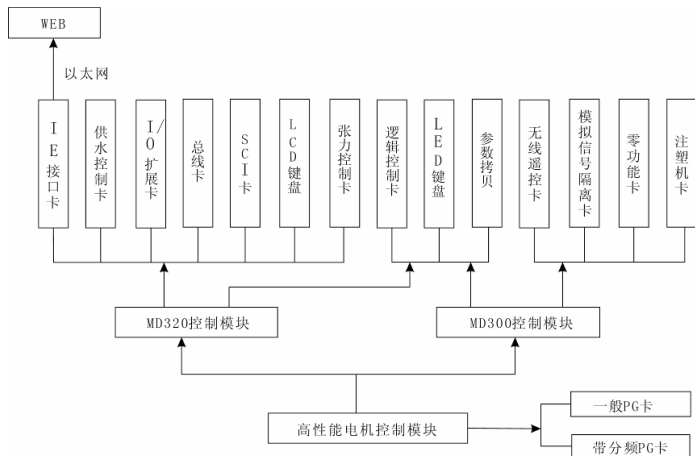

图2 MD系列变频器模块结构示意图
3) MD系列变频器的顶层模块是行业专用模块，这是给行业专用需求提供的解决平台，客户可以使用现有的解决方案，也可以根据自身要求，进行二次开发。这些顶层子模块如图2所示。